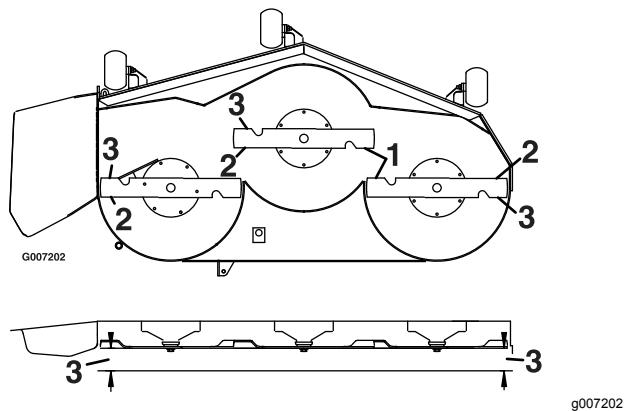

Figura 75
7. Mida entre la punta de la cuchilla y la superficie plana (Figura 75). Si hay una diferencia de más de 5 mm entre ambas dimensiones, ajuste la nivelación, y siga con este procedimiento.
13. Gire cuidadosamente las cuchillas colocándolas perpendicularmente al sentido de avance de la máquina (Figura 75).